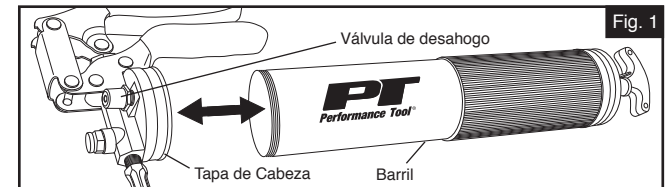

Fig. 1
1. Desatornille la tapa del barril de la pistola girando en dirección opuesta a las manecillas del reloj. (Fig. 1)